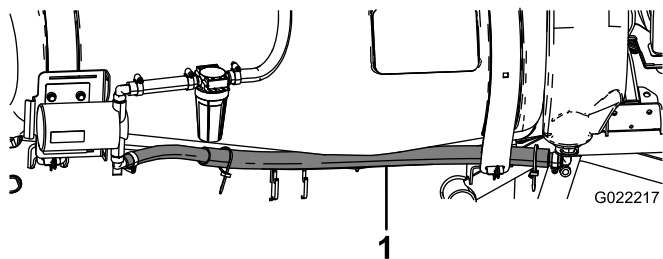

Figure 12
1. Faites passer le flexible du réservoir de rinçage entre la sangle avant et le côté du réservoir (Figure 12).
3. Fixez l'extrémité du flexible à la cannelure inférieure de la pompe de rinçage au moyen d'un collier (Figure 12).